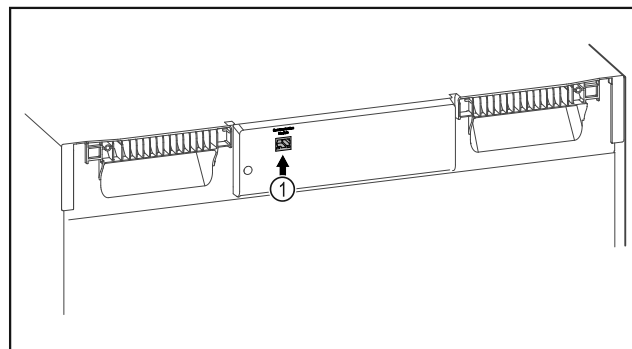

Fig. 79
- SmartModule Fig. 79 (1) este instalat.